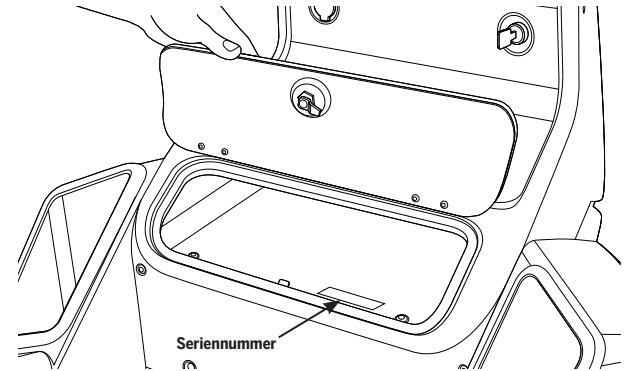

Abbildung 6: SE-3 Patroller – Position der Seriennummer
2. Lokalisieren Sie die zwölfstellige Seriennummer des SE-3 Patroller (**Abbildung 6**).